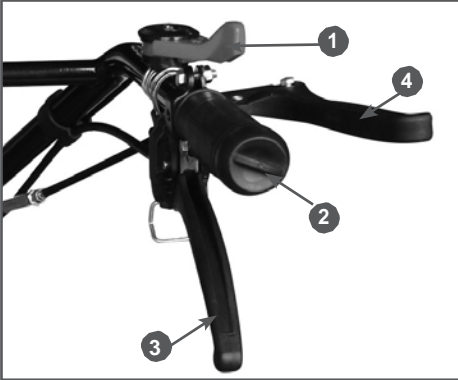

Рис. 14 Правая рабочая рукоятка
3. Рычаг газа 1 (Рис.14) переведите в положение минимальных оборотов двигателя по часовой стрелке.
Рычагом газа 1 (Рис. 14) регулируйте скорость движения .